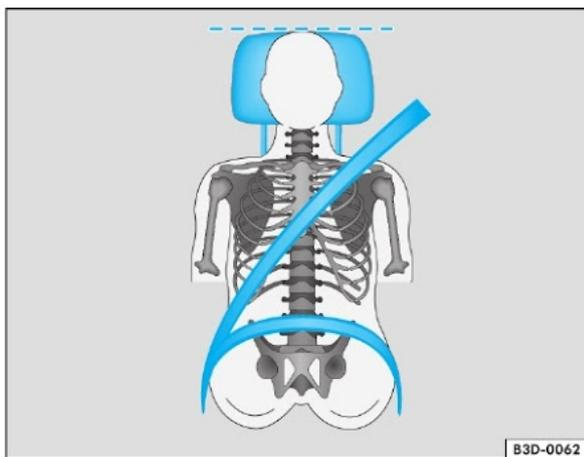

Fig. 9 Posições corretas do cinto de segurança e do apoio para cabeça, vistas de frente
- O cinto de segurança deve ficar bem ajustado ao tronco do passageiro ⇒ fig. 9.